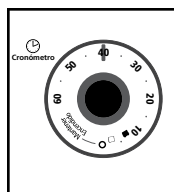

Figura 3
4. **Perilla de control de tiempo con campanilla indicadora:** Fija el tiempo de cocción hasta un máximo de 60 minutos. Apaga automáticamente el horno al finalizar el tiempo de cocción. (Ver la Figura 3)